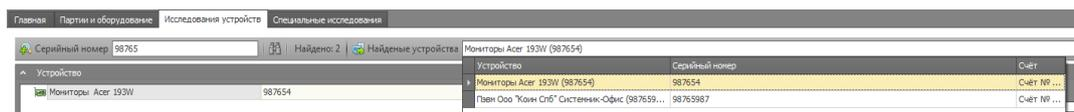

Рисунок 86
- Щелкнув указателем мыши в поле – *Найденные устройства*, выберите требуемое устройство из списка найденных двойным щелчком мыши на соответствующей записи. (Рис. 86)